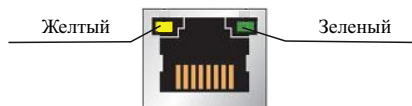

Рисунок 9
2.2.11 Для удобства пусконаладочных работ на разъемах R3-Link IN и R3-Link OUT размещены по два индикатора (рисунок 9). По их состоянию можно оценить состояние линии между двумя соседними приборами (таблица 9). Цвет проводов показан в Приложении В.